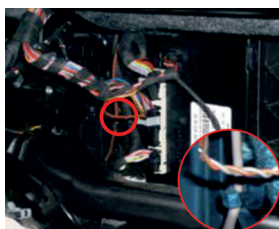

Рис. 1
1. У блока KLA. Блок расположен за перчаточным ящиком (см. рисунок 1).